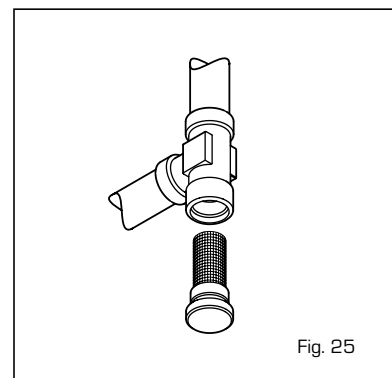

Fig. 25
4.7.1 Limpeza do filtro circuito de aquecimento "AQUA GUARD" (fig. 25)